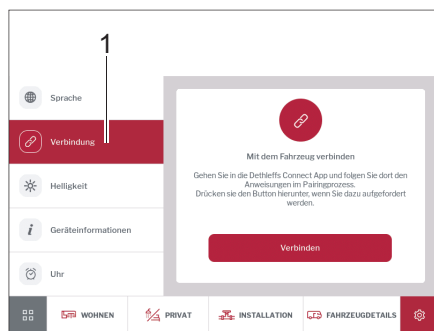

Fig. 291 Conexión
- Tocar en la opción *Conexión* (Fig. 291,1).